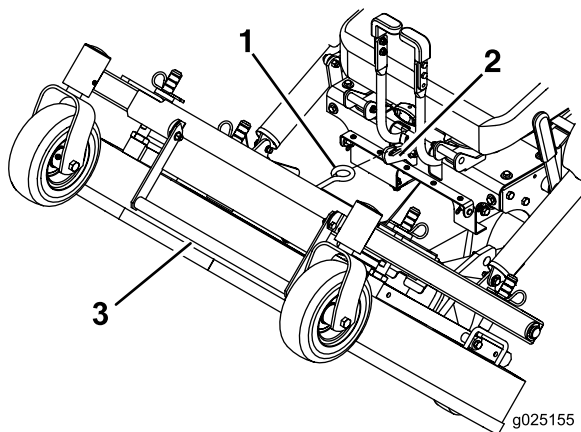

Figura 20
- Usando la barra de elevación de la carcasa, eleve la carcasa y engánchela en la posición elevada (el enganche está situado en el centro de la parte delantera del asiento) (Figura 20).
- Sujete firmemente la barra de elevación de la carcasa, desenganche el enganche de la carcasa de corte de la máquina y baje la carcasa lentamente al suelo (Figura 20).